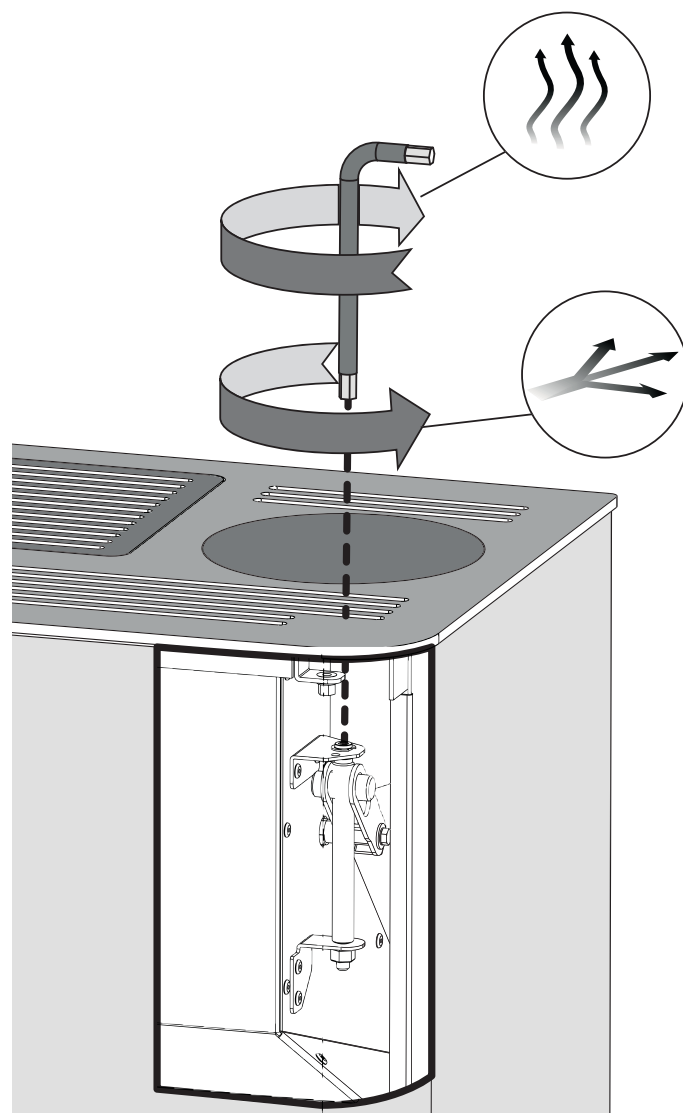

fig. 5.14
- A l'aide de la clé fournie, agir sur la vis de réglage accessible à partir des grilles du haut du poêle (fig. 5.14).